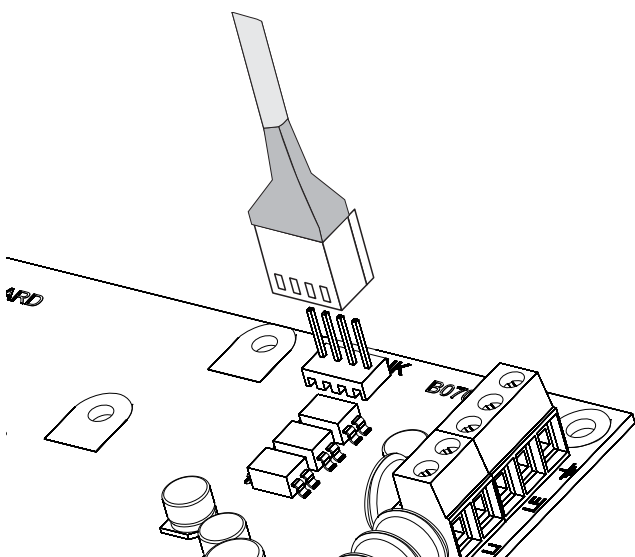

Figura 27 Collegamento PC-Link.
1. Collegare la porta seriale RS232 della Centrale (**10, PC-LINK**) ad una porta seriale RS232 libera del PC, tramite il cavo **PC-LINK** (opzionale), come mostrato in Figura 27.